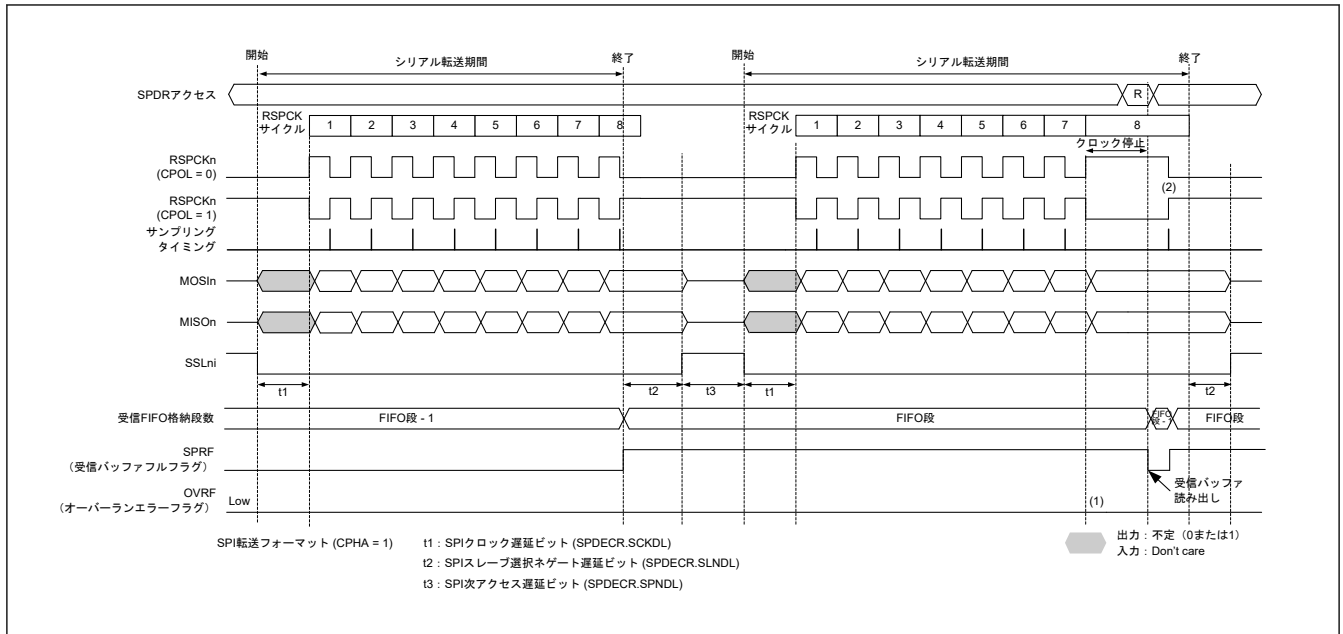
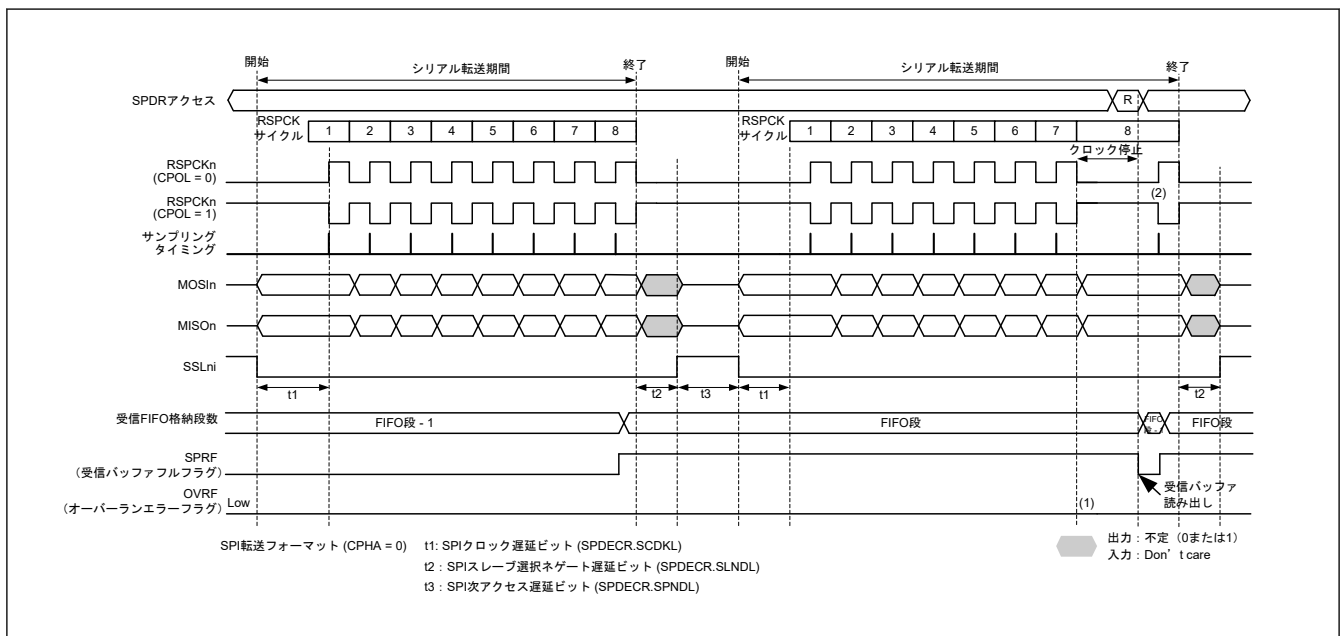

図 30.48 マスタモードで FIFO 段数に対応するデータが保存された状態でシリアル転送が継続されるときクロック停止波形 (DPHA = 1)
図 30.49 マスタモードで FIFO 段数に対応するデータが保存された状態でシリアル転送が継続されるときクロック停止波形 (DPHA = 0)
マスタモードで RSPCK 自動停止機能を有効 (SPCR.SCKASE = 1) にした場合、オーバーランエラーは発生しません。図 30.48 と図 30.49 に、マスタモードの受信バッファフル状態でシリアル転送が継続されるときクロック停止波形を示します。
以下に、図 30.48 および図 30.49 の (1)、(2) に示したタイミングでのフラグ動作を説明します。